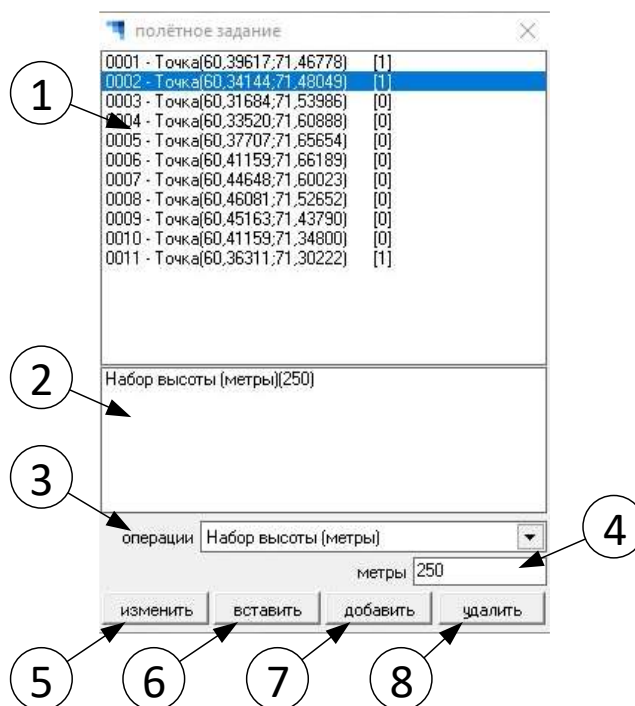

Рисунок 74 – Окно «Полетное задание»
При нажатии кнопки «Операции» открывается окно «Полетное задание» (Рисунок 74), содержащее:
- окно со списком точек полетного задания (Рисунок 74, поз. 1). Для каждой точки указываются номер, географические координаты и количество запрограммированных для нее операций;
- окно со списком операций, запрограммированных для выбранной точки полетного задания (Рисунок 74, поз. 2);
- строку с выпадающим списком доступных операций для программирования над выбранной точкой полетного задания (Рисунок 74 поз. 3).
– поле ввода параметров для выбранной операции (поле отображается, если выполнение операции невозможно без указания параметра) (Рисунок 74 поз. 4);
– кнопки «Изменить» (Рисунок 74 поз. 5), «Вставить» (Рисунок 74 поз. 6), «Добавить» (Рисунок 74 поз. 7) и «Удалить» (Рисунок 74 поз. 8), позволяющие добавлять, редактировать или удалять выбранные операции.